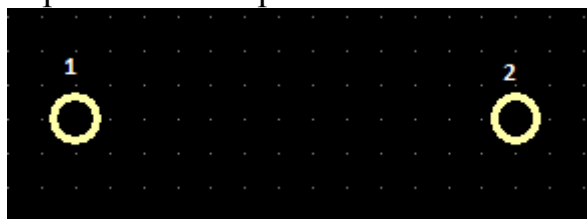

Рис. 3.5.2
4) Перенумеровать контакты. Для этого щелкнуть ПК по первому контакту. В меню выбрать **Pad Number** и установить значение, равное 1. Прodelать то же для остальных контактов, задав номера в порядке, отраженном на рис. 3.5.2